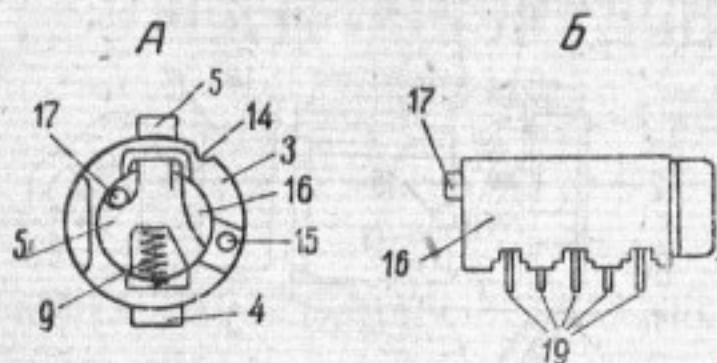

Рис. 5. Механизм замка-выключателя типа 3Ф-4514
5) Снять пружину 9 (рис. 5-А), действующую одновременно на кнопку 4 и выдвигающуюся пластинку 5, между которыми она установлена.
6) Вынуть кнопку 4 замка из корпуса 3 (рис. 5-А).
7) Вынуть выдвигающую пластинку 5 замка, для чего выступ 17 (рис. 5-А и Б) цилиндра 16 должен быть немного опущен. Это достигается поворотом ключа.
8) Вставленным ключом аккуратно выдвинуть (рис. 5-Б) цилиндр 16 и, придерживая пальцами цугали 19, вынуть ключ из цилиндрика и затем вынуть цилиндр из замка. Разборку надо производить обязательно над крышкой стола или верстака, повернув корпус замка отверстием 6 кверху, чтобы не потерять цугали и их пружинки.